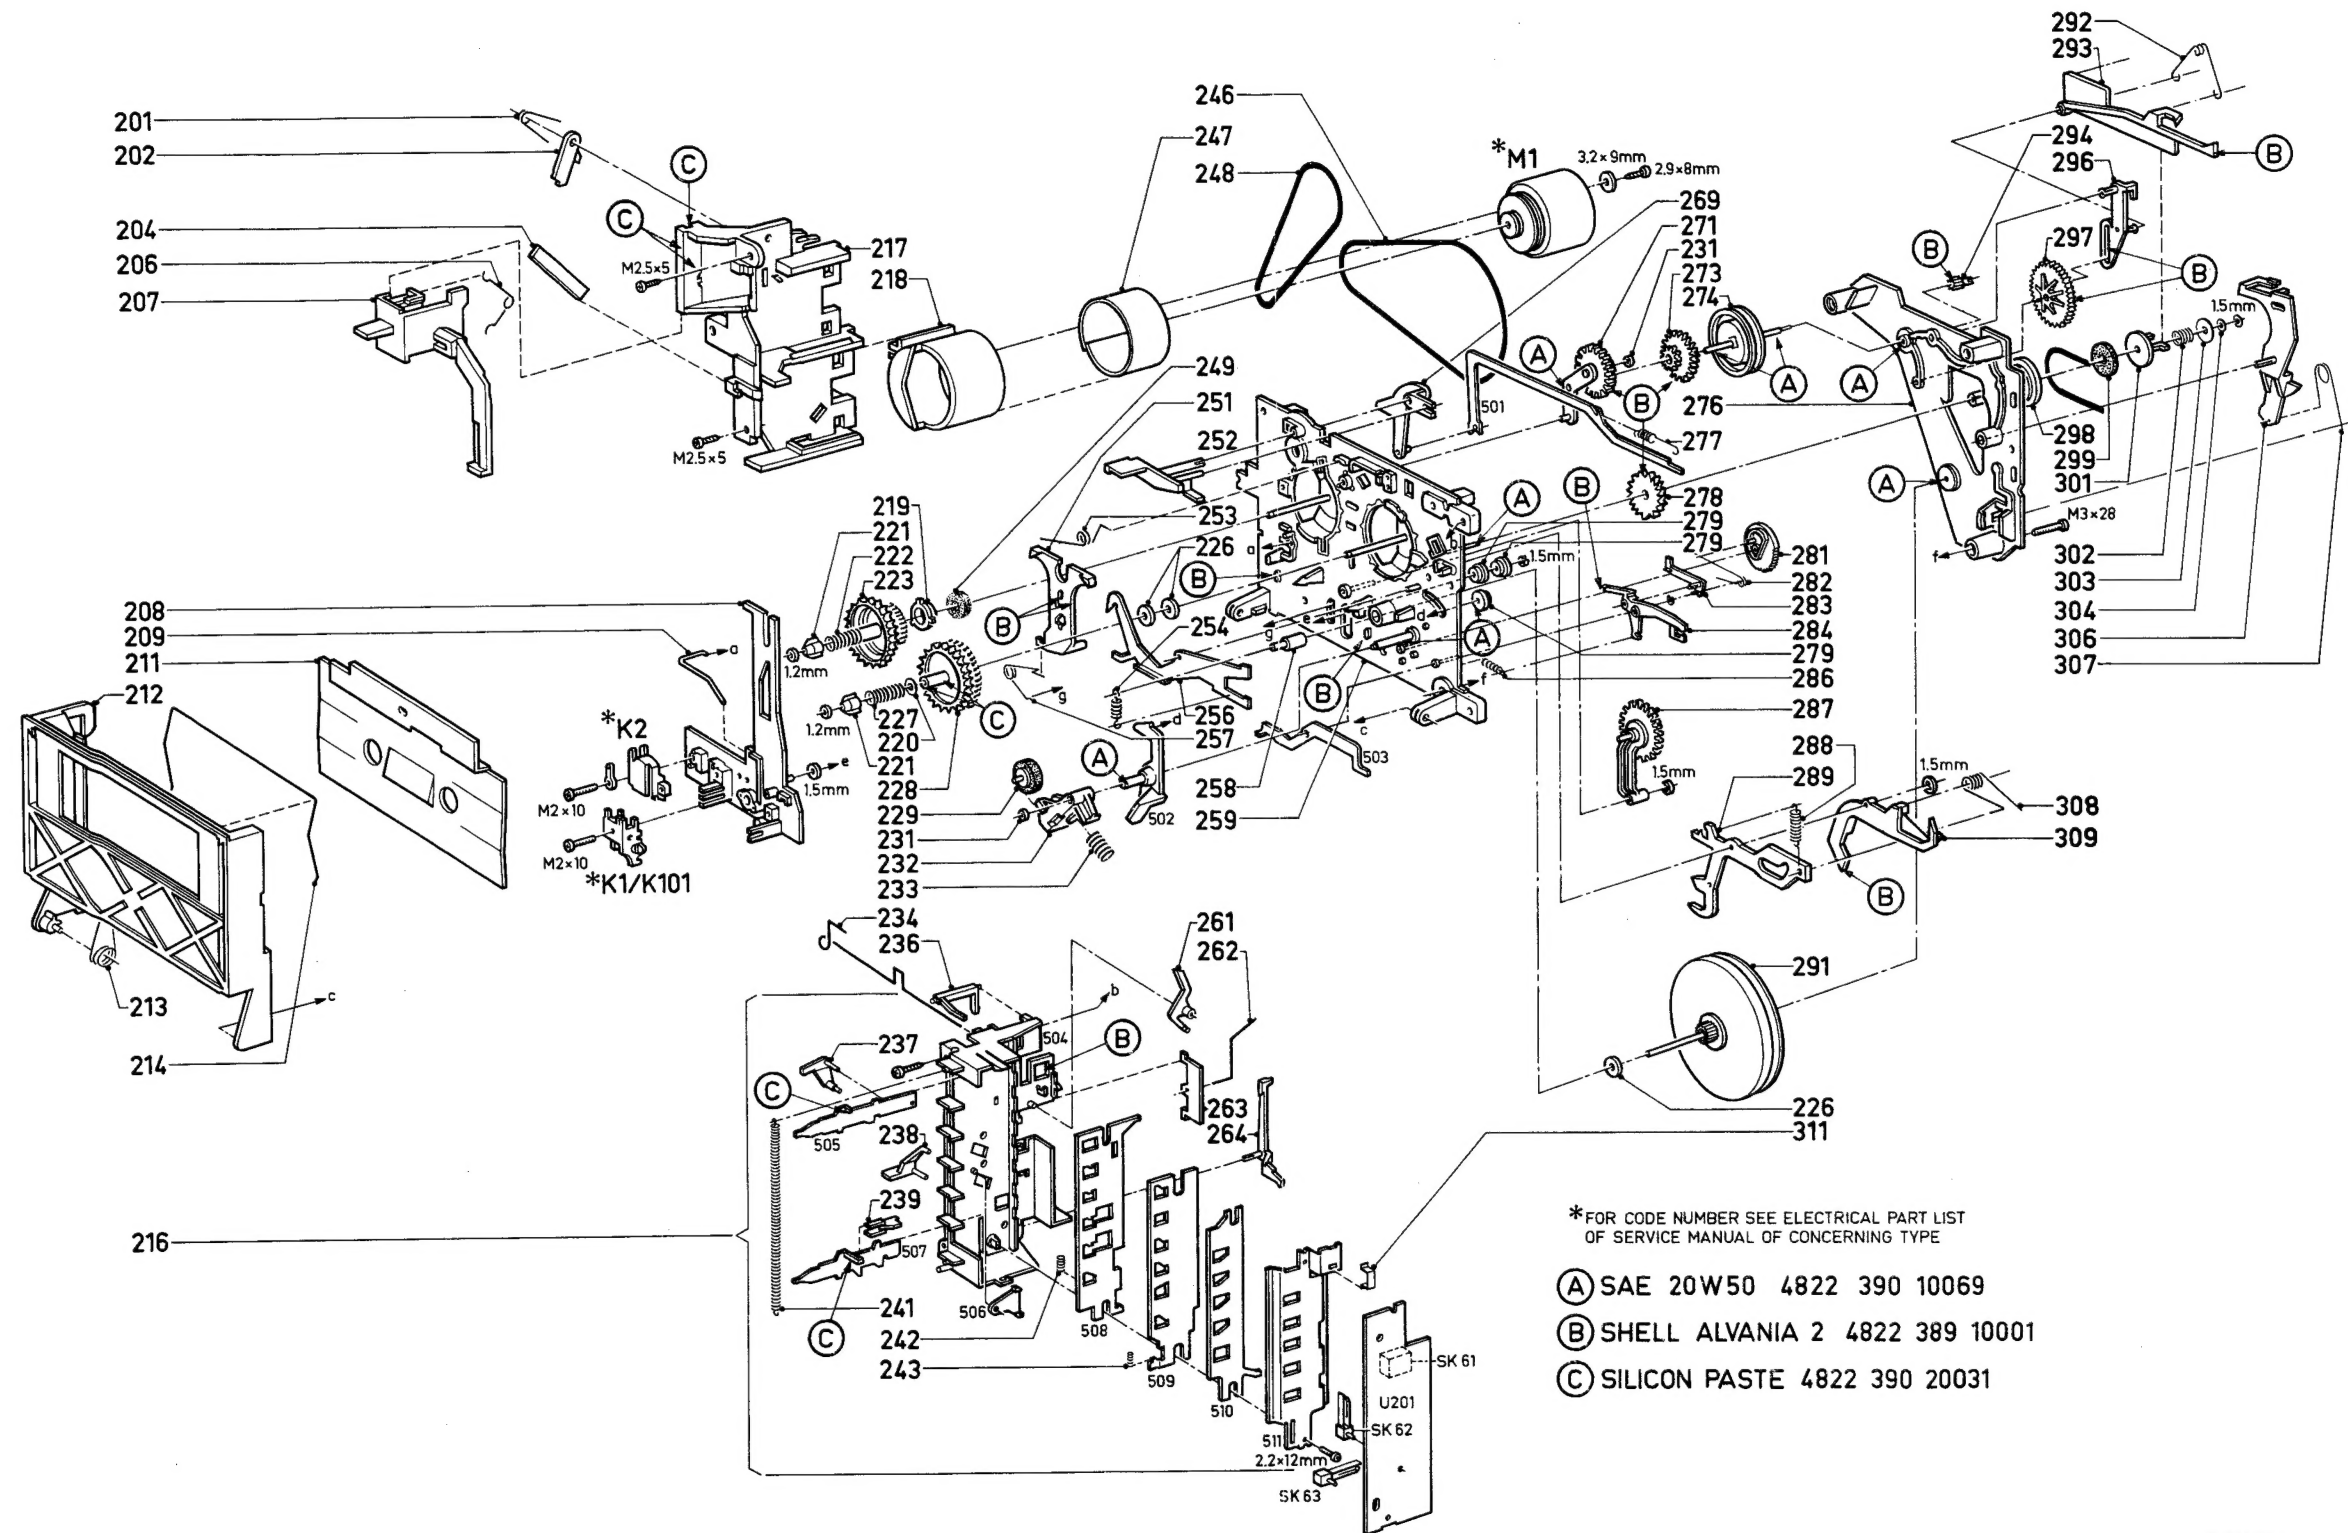

Fig. 3
- Für Schmiervorschrift und Schmiermittel ist Bild 3 zu Rate zu ziehen.
- Per le istruzioni della lubrificazione ed il lubrificante che deve essere utilizzato riferirsi alla Fig. 3.